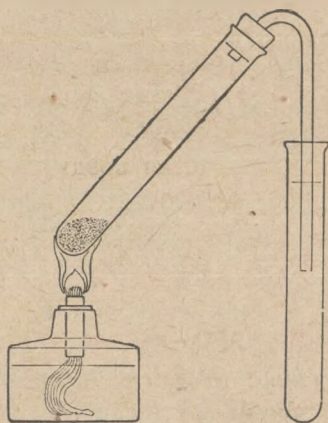

Рис. 190. Восстановление окиси меди углем.
*Задача 1.* Смешайте с порошком угля кусочки окиси меди, поместите в пробирку (рис. 190). Газоотводную трубку опустите в пробирку с известковой водой, чтобы обнаружить выделяющийся при реакции углекислый газ. Нагревайте пробирку сильнее, пока выделение газа не прекратится или сильно не ослабеет. Выньте конец трубки из известковой воды, дайте пробирке остыть, высыпьте содержимое на бумагу и осторожно сдуйте угольной по-